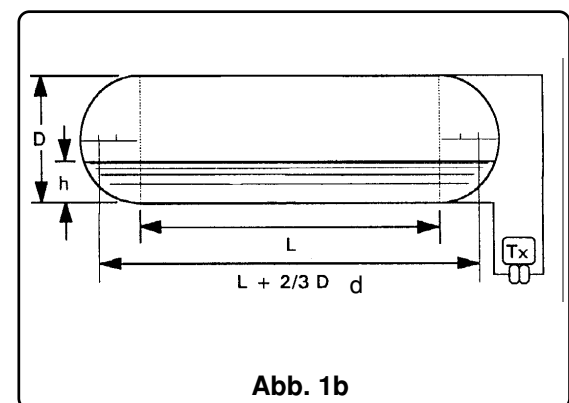

Abb. 1b
b) Zylindrische Behälter mit halbkugelförmigen Böden (siehe Abb. 1b). Der Messumformer misst die gesamte Höhe des Behälters.